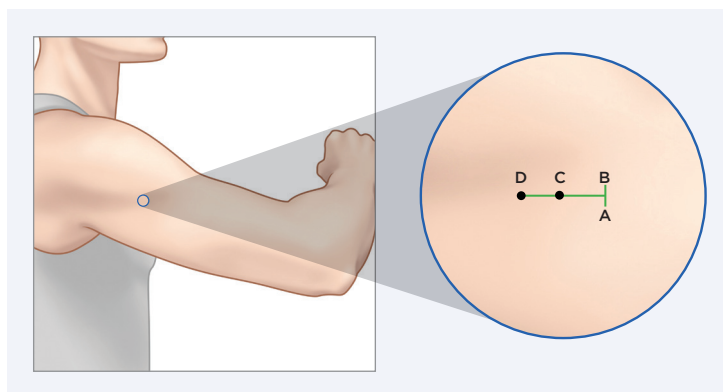

Bild 1
Lokalbedövning (ungefär 2 ml lidokain) bör injiceras ungefär 5 mm längs planerat snitt (längs AB) och ungefär 30 mm vinkelrätt mot planerat snitt (längs CD) som är den tänkta linjen med troakaren. (Bild 1).
Börja snittet vid punkt B (bild 1) och gå mot punkt A, tills snittet är ungefär 5 mm.
2. Ta bort troakaren från brickan och för in troakaren i ca 45 graders vinkel mitt emellan A och B (bild 1 och 2) så att spetsen och den avfasade delen på troakaren hamnar under huden, och tills insättningsskyddet ligger an mot huden.